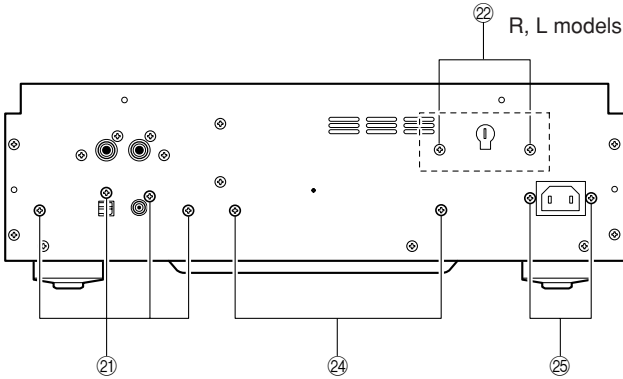

Fig. 9
- b. Remove 4 screws (21). (Fig. 9)
- a. Remove 2 screws (22). (Fig. 9)
- b. Remove 2 screws (24) and 2 screws (25). (Fig. 9)
- b. 21のネジ4本を外します。(Fig. 9)
- b. 24のネジ2本、25のネジ2本を外します。(Fig. 9)